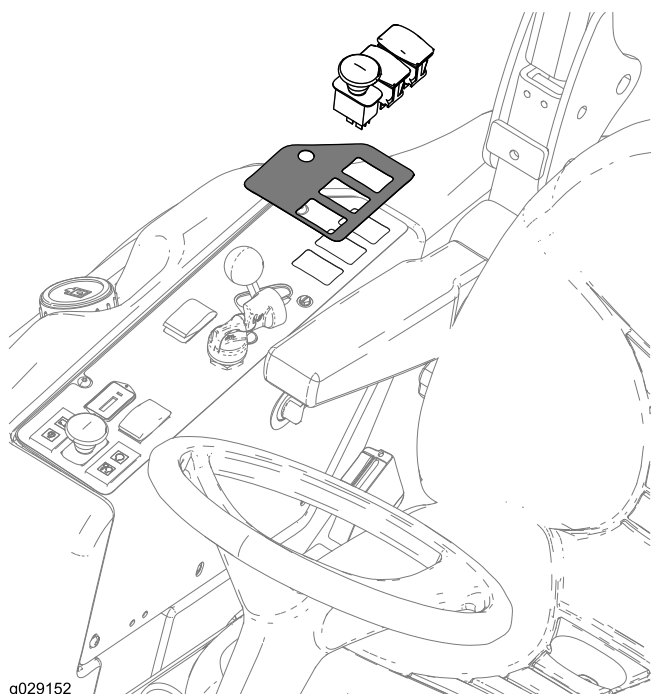

Figura 20
1. Na parte inferior do painel de controlo, localize e retire as três patilhas onde irá instalar os interruptores (Figura 20).
2. Corte os mesmos furos no autocolante do painel de controlo (Figura 20).
3. Instale o autocolante e os interruptores como se mostra na Figura 20.